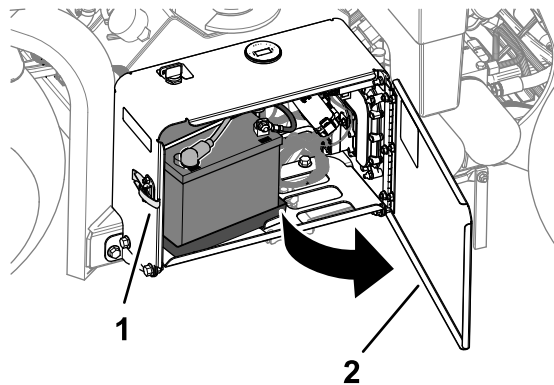

Figura 171
1. Desenganche y abra la puerta del compartimento de la batería (Figura 171).